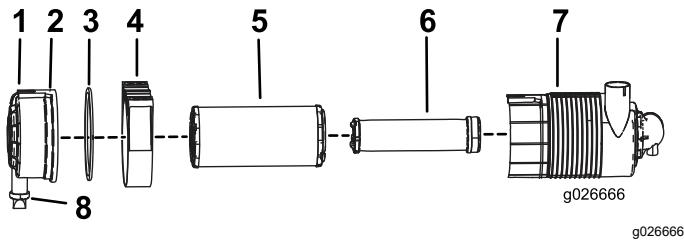

Figura 25
3. Abra los cierres del limpiador de aire y tire de la tapa del limpiador de aire para separarla de la carcasa del limpiador de aire (Figura 25).
1. Extraiga con cuidado el filtro primario de la carcasa del limpiador de aire (Figura 25).